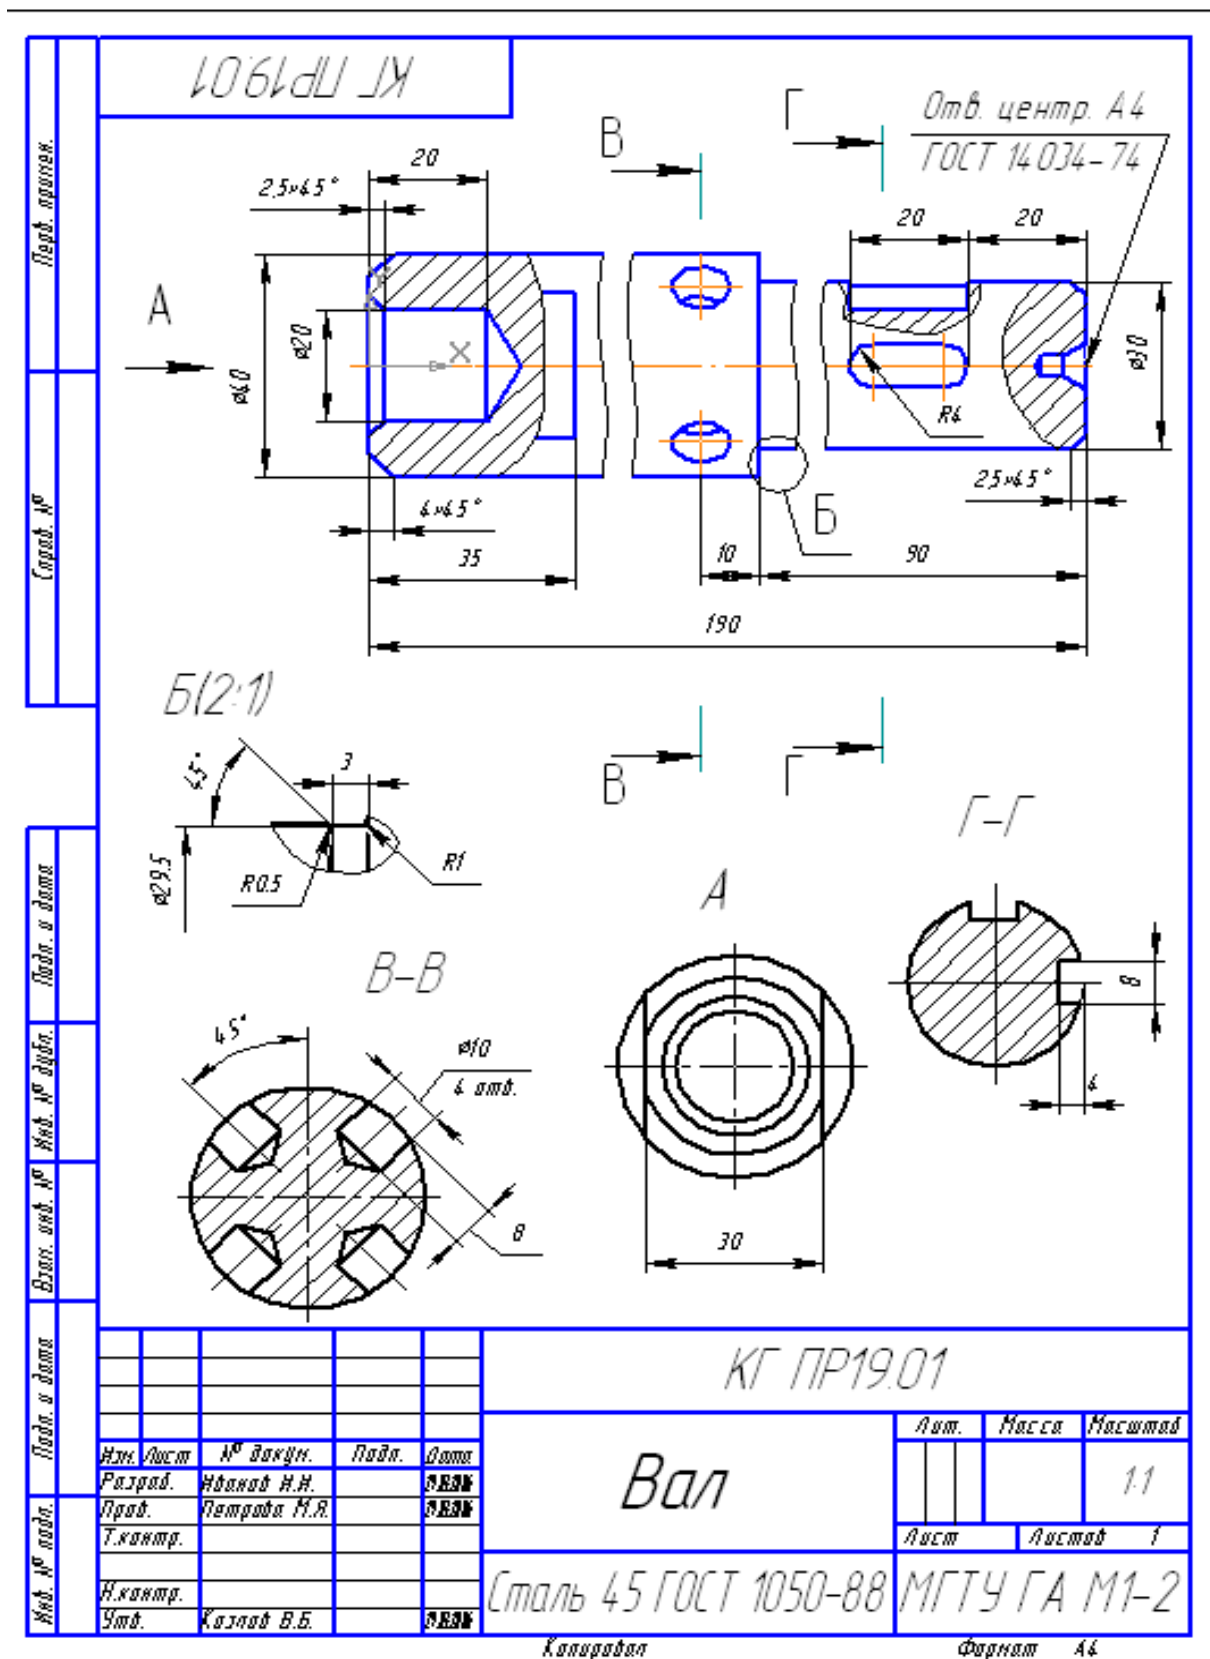
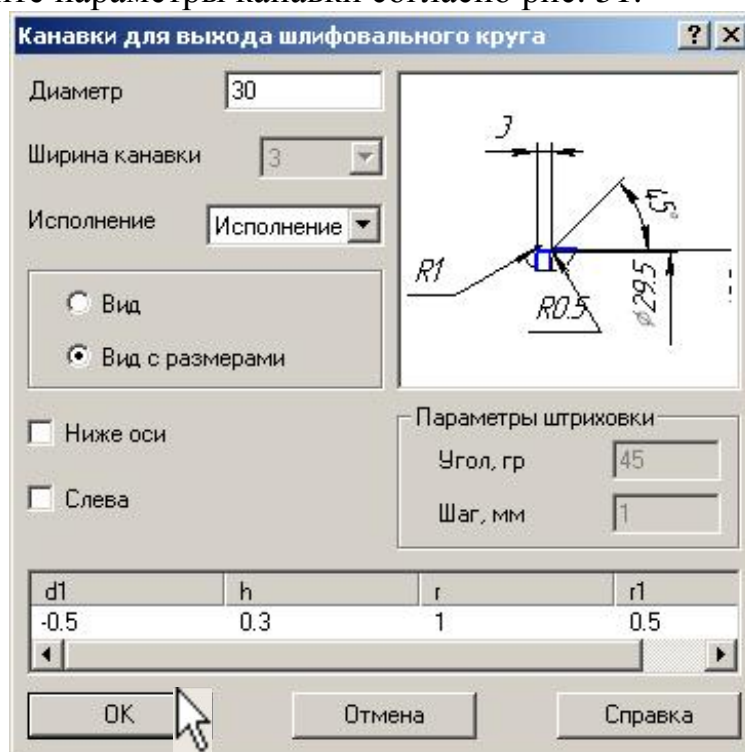

Рис. 29
Рис. 51
Задание. Выполните чертеж, рис. 29. Проставьте размеры.
Переместите **Вид 2** в положение согласно рис. 29. Для этого активизируйте команду *Выделить вид*  *Указанием* в меню *Выделить*, нажмите кнопку *Сдвиг*  на панели *Редактор*  и переместите вид в указанное положение.
предварительно построенный разрез В-В и командой **Сдвиг**  на панели **Редактирование**  переместите изображение в положение согласно рис. 29.
Расположите изображение разреза на формате чертежа в положении, показанном на рис. 29.
14. Создайте новый вид  в масштабе М2:1. Базовую точку вида расположите на формате согласно рис. 29. Для выполнения выносного элемента откройте **Конструкторскую библиотеку** и выберите в разделе **Конструктивные элементы Канавки для выхода шлифовального круга** «Наружное шлифование по цилиндру». Установите параметры канавки согласно рис. 51.
16. Заполните основную надпись согласно рис. 29.
Задание. Выполните пространственную модель детали, изображенной на рис. 29, в следующем порядке: